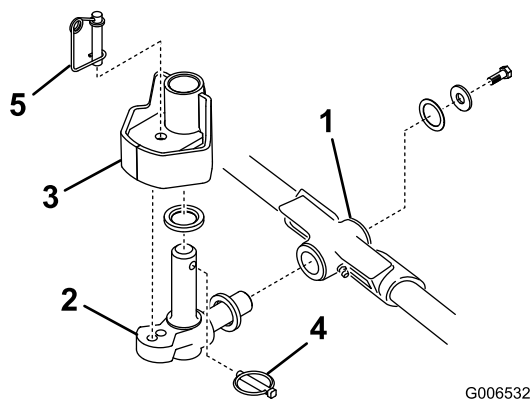

Bild 14
- Setzen Sie eine Druckscheibe auf die horizontale Welle des Kreuzgelenks, wie in Bild 14 abgebildet.
2. Setzen Sie die horizontale Welle des Kreuzgelenks in das Befestigungsrohr des Trägerrahmens (Bild 14).
3. Befestigen Sie das Kreuzgelenk mit einer Druckscheibe, einer Flachscheibe und einer Bundkopfschraube am Trägerrahmen (Bild 14).
4. Setzen Sie eine Druckscheibe auf die vertikale Welle des Kreuzgelenks (Bild 14).
5. Falls abgenommen, setzen Sie die vertikale Welle des Kreuzgelenks auf die Hubarmdrehnabe (Bild 14).
7. Setzen Sie den Klappstecker in das Kreuzloch an der Kreuzgelenkwelle (Bild 14).
Hinweis: Wenn Sie eine fixierte Mähwerkstellung wünschen, setzen Sie den Lenksperrstift auf das Befestigungsloch des Kreuzgelenks (Bild 14).
13. Haken Sie den Federdraht unten um den Lenksperrstift (Bild 14).